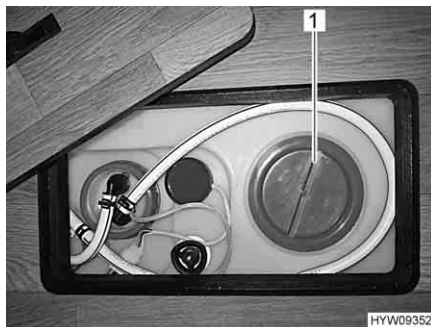

Fig. 222 Apertura per la pulizia
- Staccare il coperchio (Fig. 222,1) del serbatoio dell'acqua.